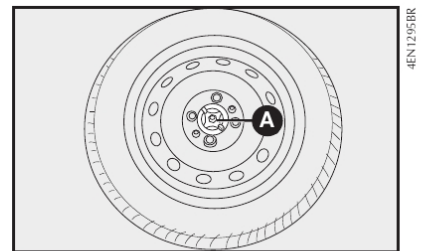

fig. 18
- Fixar a roda com o dispositivo de bloqueio **A-fig. 18**.